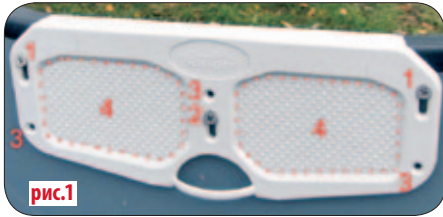

рис.1
G-образная пластина (рис. 1), установленная на транец лодки, позволяет регулировать высоту установки мотора в диапазоне от 0 до 20мм. На заводе пластина закреплена при помощи трех саморезов (рис.1, поз.1, 2). Дополнительные три самореза упакованы в пластиковый пакет, который находится в контейнере с ремкомплект.
**4** Для установки пластины в крайнее верхнее или нижнее положение необходимо ослабить крепежные саморезы (рис. 1 поз. 1, 2). Сдвинуть пластину по эллипсным отверстиям вверх или вниз, затянуть средний саморез (рис. 1 поз. 2). Затем затянуть боковые саморезы (рис.1, поз.1).
**5** После проведения тестовых заездов пластина устанавливается в найденное оптимальное положение, фиксируется крепежными саморезами (рис. 1, поз. 1, 2) и дополнительными саморезами через соответствующие отверстия (рис. 1, поз. 3).
Проверьте, чтобы пятки винтов струбцин мотора полностью прилегли к внутренней плоскости пластины (рис. 1, поз.4). Перекос пятак или установка пятак на кант пластины недопустимы.